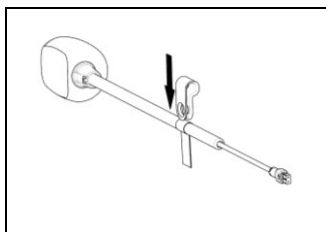

Abb. 3
- Bringen Sie die Klemme des Mikrofonhalters am Mikrophon an. Achten Sie dabei auf die korrekte Ausrichtung desselben (Abb. 3).